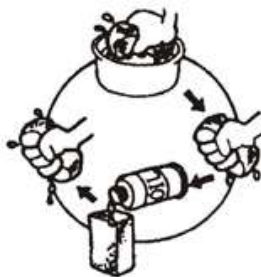

Рис. 18
3.3.3 Якщо осердя забруднене, почистіть його у такому порядку (Рис. 18):